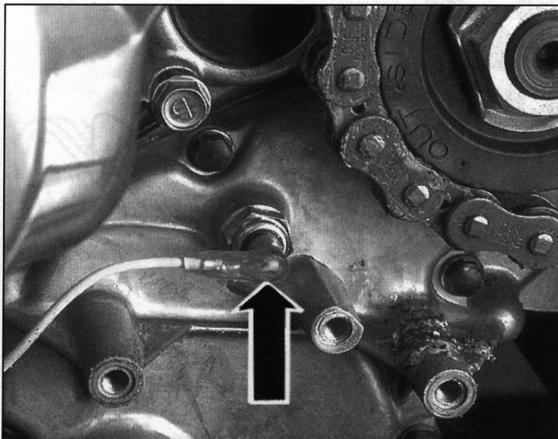

Bild 168
- Stecker des Leerlaufanzeige-Schalters trennen (Bild 168).